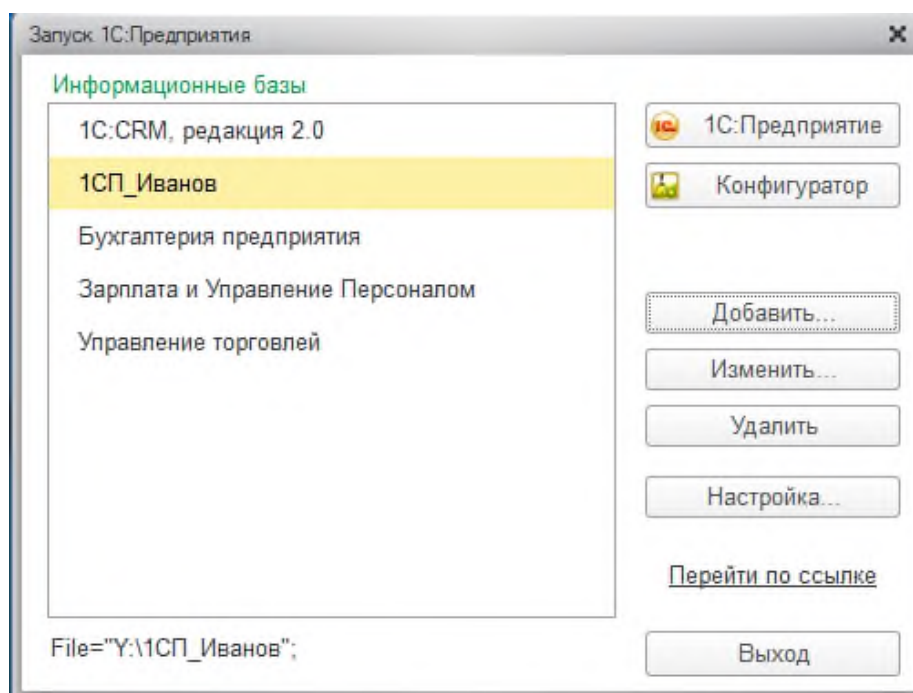

**Рисунок 1.4-** Настройка параметров запуска информационной базы
2.7 Нажав еще раз на кнопку **Далее** мы переходим к очень важному этапу настройки информационной базы, Рисунок 1.4.